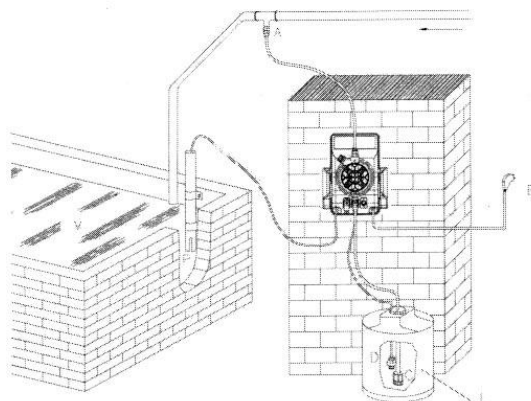

Рис. 21
10.2 – ТИПИЧНАЯ УСТАНОВКА (рис. 21)